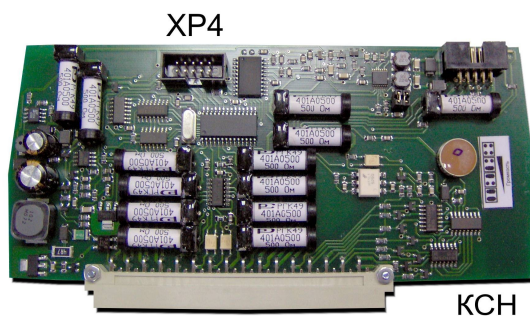

Рисунок 23 - Внешний вид КСН и разъема ХР4
4) Подключить кабель связи к разъему ХР4 КСН (рисунок 23).